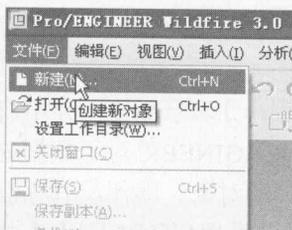
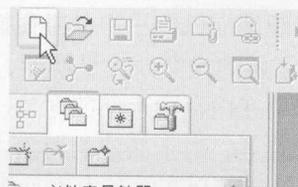
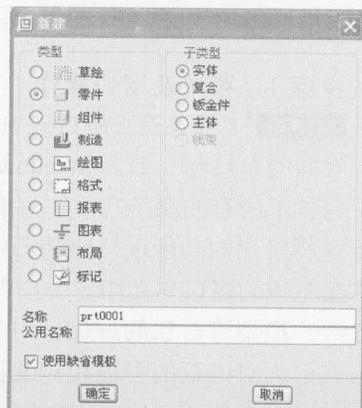

图 1.2 菜单
图 1.3 按钮
图 1.4 【新建】对话框
STEP 02 选择【文件】|【新建】命令，或单击工具栏中的  (新建) 按钮，如图 1.2 和图 1.3 所示，打开的对话框如图 1.4 所示。